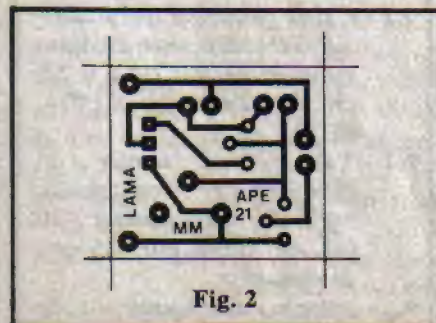

Fig. 2
- **FIG. 2** - Lay out do Circuito Impresso específico para a montagem da LAMA. O padrão é muito simples, incapaz de "assustar" mesmo a quem vai tentar a confecção da sua **primeira placa**. Como o desenho está em tamanho natural (escala 1:1) pode ser copiado diretamente sobre a face cobreada de um fenolite virgem, usando-se decalques próprios, ou tinta ácido-resistente, executando-se, em seguida, os necessários procedimentos de corrosão na solução de perclorato de ferro, limpeza, furação, etc. Quem quiser "moleza" pode ainda adquirir a LAMA na forma de KIT completo (ver anúncio em outra parte da presente APE) que inclui, além de todos os componentes relacionados na LISTA DE PEÇAS (menos OPCIONAIS/DIVERSOS...), a plaquinha já pronta, furada, protegida por verniz e com o "chapeado" da montagem demarcada em silk-screen pelo lado não cobreado,